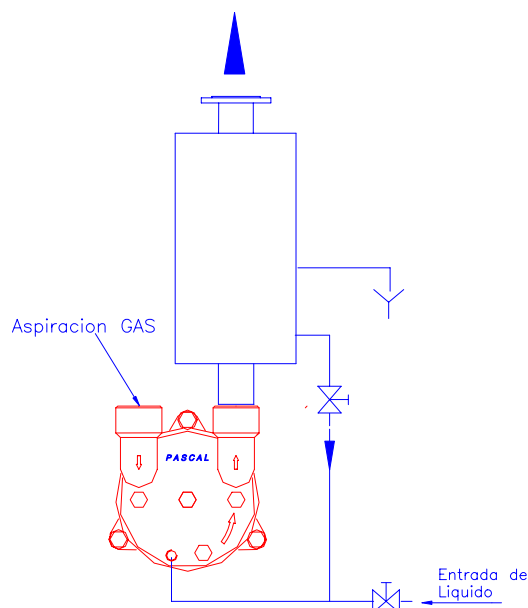

fig.5
4.3.2-Circuito con recirculación parcial del líquido (fig.5)